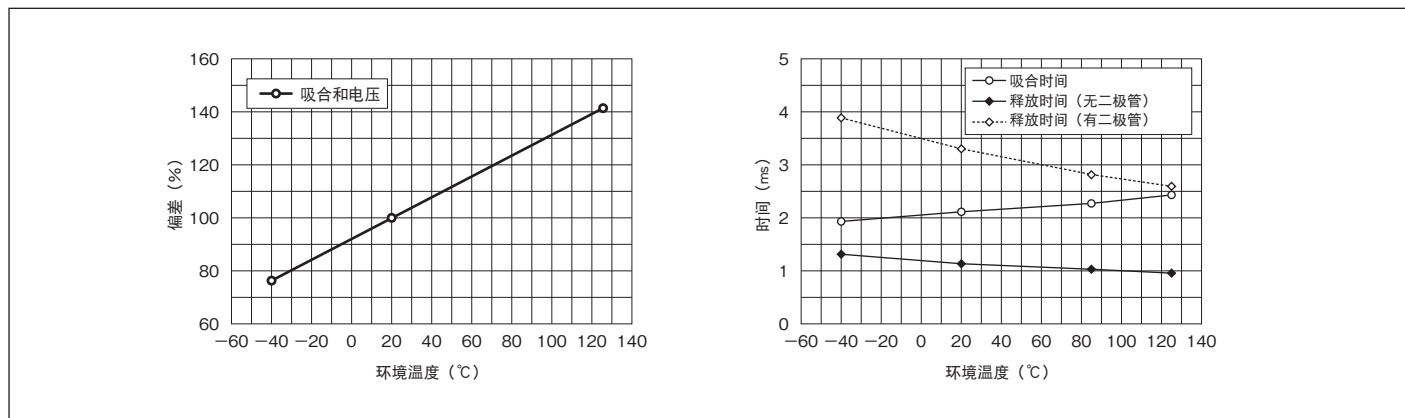

图4 继电器温度特性(示例)
①可以在操作温度范围内额定线圈电压下使用继电器。但是请注意，在操作温度范围的上限，线圈的允许电压可能受到限制，必须在使用继电器前予以确认。
②吸合电压、释放电压、吸合时间和释放时间随环境温度而改变。参考技术文件，确认特定操作温度下继电器是否正常工作。图4为继电器温度特性示意图。